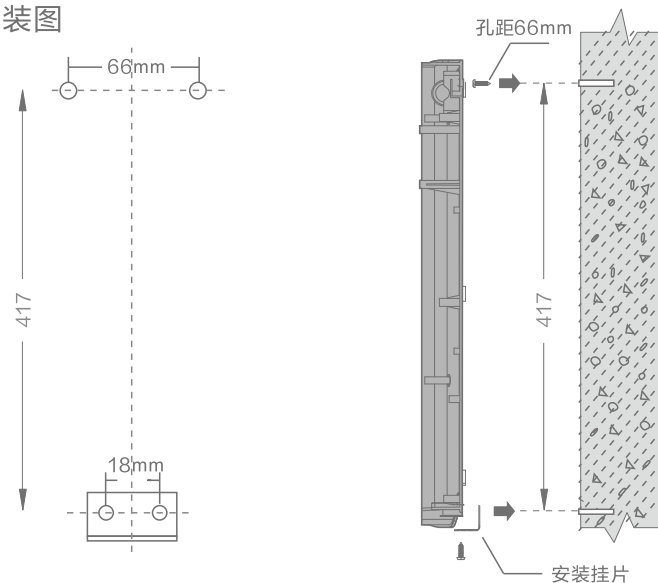

图3
1. 热水器机体安装:用笔按顺序将螺丝孔按孔距作好标记,(垂直平行高度一般以眼睛平视为宜,建议高度1.6米),用冲击钻(Φ6mm钻头)在承重墙上钻出(此深度不得超过墙得厚度)的孔,然后将胶粒完全打入墙孔内,分别将安装挂片和十字盘头自攻螺钉固定在墙上。随后将机体固定在十字盘头自攻螺钉上,把安装挂片锁上螺丝即可。(见图3)